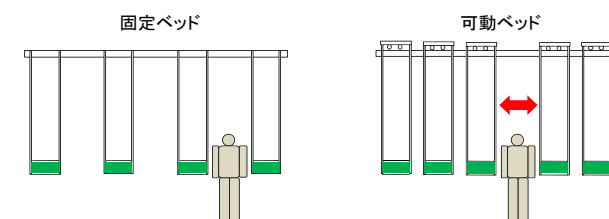

図2 固定ベッドと可動ベッドの密度の違い
3. 定植、防除、収穫、下葉取りなどの作業を行うときは、ベッドを移動させ、十分な通路 (90~95cm 程度) を確保でき、このとき狭められた通路は 45cm 程度となります。また、作業を行わないときはベッドを均一に配置すること (通路幅: 50~55cm 程度) により高密度な栽培が可能となります (図2)。